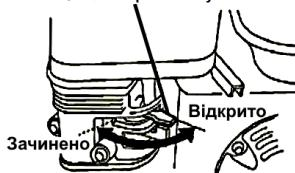

Рисунок 13
- 2) Закрійте повітряну засувку (рисунок 13);